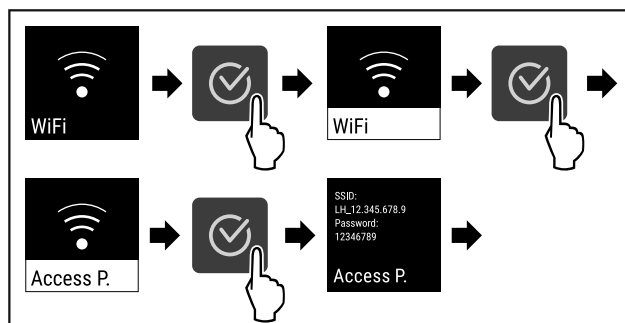

Fig. 84
- ▶ Følg anvisningene (se Fig. 84) .